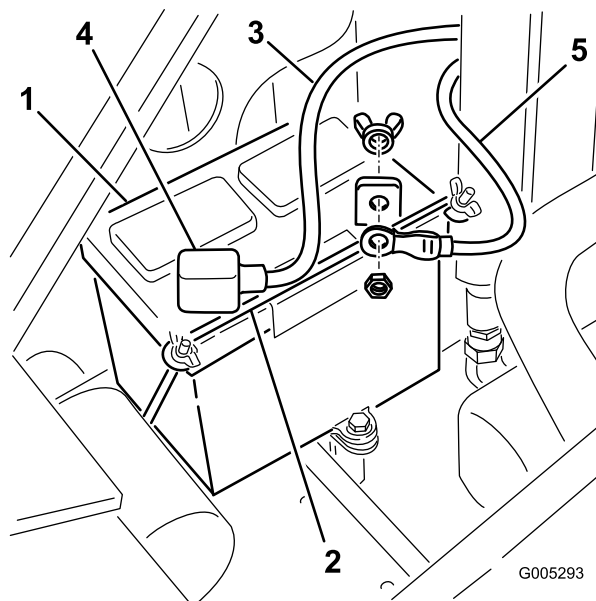

Figure 29
- Enlevez les écrous à oreilles et la barre de fixation de la batterie (Figure 29).
9. Placez la batterie dans le châssis (Figure 29).
10. Fixez la batterie dans le châssis (Figure 29).
11. Connectez le câble positif (rouge) à la borne positive (+) de la batterie à l'aide du boulon et de l'écrou à oreilles fournis avec la batterie (Figure 29). Glissez le capuchon en caoutchouc sur la borne de la batterie.
12. Connectez le câble négatif (noir) à la borne négative (–) de la batterie à l'aide du boulon et de l'écrou papillon fournis avec la batterie (Figure 29).